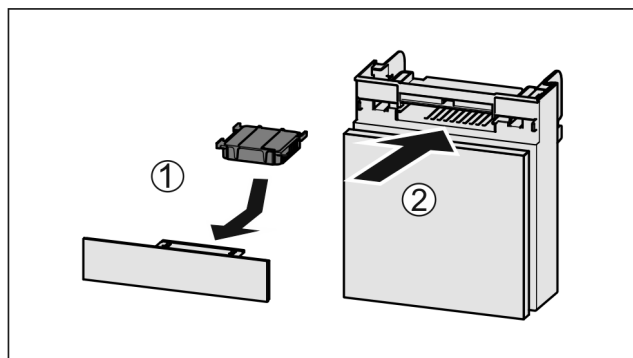

Fig. 120
- ▶ Wkładać Fig. 120 (1) filtr z węglem aktywowanym zgodnie z ilustracją.
- ▶ Wsunąć komorę Fig. 120 (2).